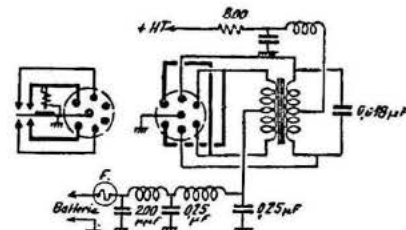

Fig. 2. — Système correcteur de polarité pour vibreur synchrone.
b) Un système correcteur de polarité pour vibreur synchrone (fig. 2).